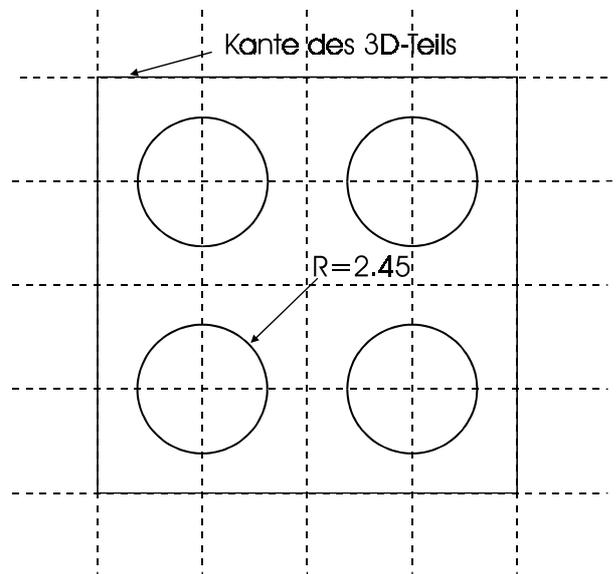

Abbildung 16 :
4. Jeweilige Kreismittelpunkte angeben (Siehe Abbildung 16).